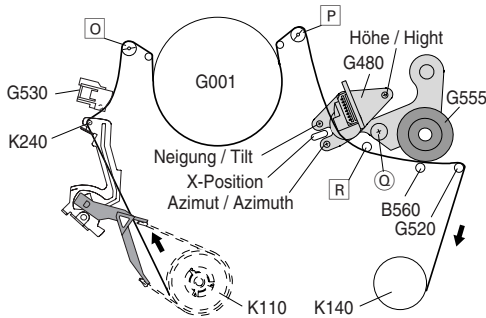
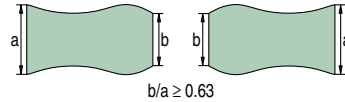

Fig. 21
Fig. 23
- Umlenkrollen **Q** / **P** (Fig. 21) bei Bedarf so einstellen, dass das Band an diesen nicht bórdelt.
- Neigungswinkel des Kombikopfes (G480) mit der Schraube "Neigung" (Fig. 21) so einstellen, dass das Band auf die Unterkante der Bandführung **R** (Fig. 21 / 22) aufsetzt. Das Band darf nicht an der Unterkante einrollen.
- Mit der Höheneinstellschraube ("Höhe", Fig. 21) maximale Ausgangsspannung einstellen.
- Mit der Azimuteinstellschraube ("Azimut", Fig. 21) maximale Ausgangsspannung einstellen.
- Schraube **Q** (Fig. 21) lösen.
- Schraube **Q** (Fig. 21) anziehen.
- Die Umlenkrollen **Q** / **P** (Fig. 21) so einstellen, dass die FM-Pakete an der Bändeinlaufseite und der Bendauslaufseite den Grenzwert $b/a \geq 0,63$ (Fig. 23) einhalten.
- Die Umlenkrollen **Q** / **P** (Fig. 21) so einstellen, dass die Hüllkurve der FM-Pakete möglichst geradlinig verläuft.
- linke Umlenkrolle **Q** (Fig. 21) im Uhrzeigersinn drehen.
- rechte Umlenkrolle **P** (Fig. 21) im Uhrzeigersinn drehen.
- linke Umlenkrolle **Q** (Fig. 21) entgegen dem Uhrzeigersinn drehen.
- rechte Umlenkrolle **P** (Fig. 21) entgegen dem Uhrzeigersinn drehen.
- Taste "Bildsuchlauf rückwärts" drücken und nach 15 Sekunden Taste "Wiedergabe". Nach weiteren 3 Sekunden muss die Amplitude der FM-Pakete wieder das Maximum erreichen und deren Hüllkurve geradlinig sein. Gegebenenfalls sind die Umlenkrollen **Q** / **P** (Fig. 21) nachzustellen.